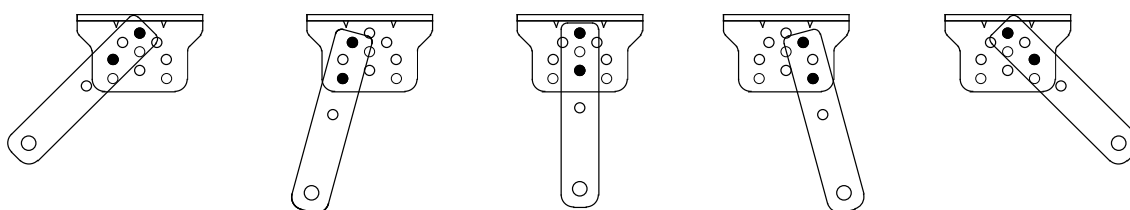

Figura 6
B) O suporte de conexão e o suporte de parede podem ser conectados de acordo com diferentes condições; consulte a Figura 6.